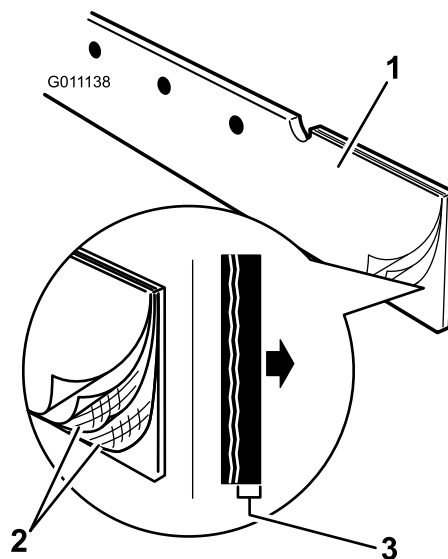

Figura 4
6. Poziționați tergătorul în așa fel încât marginea de cauciuc să fie orientată către înainte, iar partea ranforsată cu fibră a secțiunii transversale să fie orientată către spate (Figura 4).